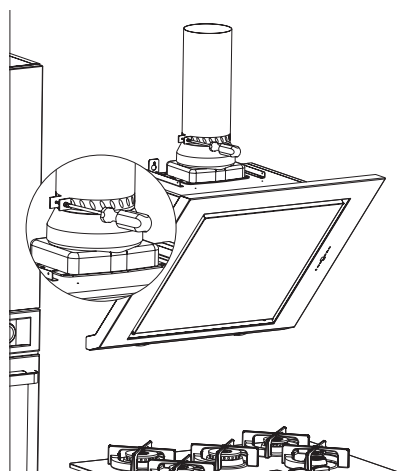

**Figura 11**
**Nota:** se o exaustor estiver aparafusado, ajuste o alinhamento do mesmo ao soltar ligeiramente os parafusos M5 que suspendem a placa. **Figura 11**